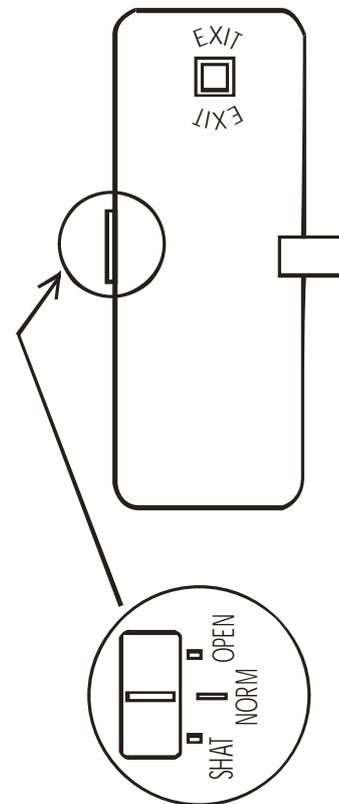

Рис. 5
- перевести замок в режим "День открытых дверей" и "Заперто изнутри"(рис. 5)
ВНИМАНИЕ ! Перевод замка в положение «SHAT» (заперто изнутри) возможно осуществить только при закрытой двери и изнутри (рис. 5).
Нажать кнопку "EXIT" (ВЫХОД) и в течение 2-х секунд открыть дверь (рис. 5). Если кнопка "EXIT" удерживается, то замок будет открыт, пока удерживается кнопка, и после отжатия кнопки - в течение 2* сек.
3.3. В замке предусмотрен переключатель режимов работы замка (рис. 5).